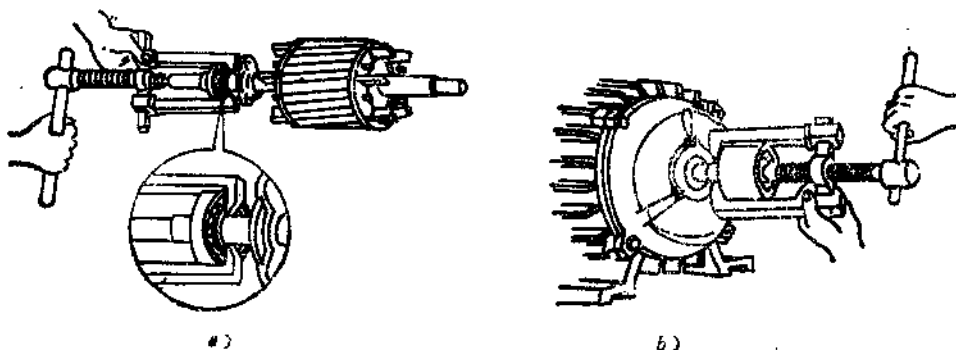

图1-10 用拉具拆卸工件
4. 拉具 拉具又称拉子，是用来拆卸皮带轮、联轴器和轴承的专用工具，如图1-10所示。使用时，应根据拆卸工件尺寸，选用大小合适的拉具。
图1-10 a 表示用拉具拆卸轴承时的夹持方法。使用时，拉具要端正，丝杆要对准电机轴的中心，用力要均匀，拉具的脚应尽量紧扣住轴承的内圈，将轴承拉出。
图1-10 b 表示用拉具拆卸皮带轮。使用时同样将拉具端正，丝杆对准电机轴中心，用力要均匀。如果一时拉不出来，可在丝杆绷紧的情况下，用木锤敲击皮带轮外圈或丝杆的顶端，或在皮带轮与轴的接缝处渗些煤油后再拉。必要时，用喷灯或气焊枪在皮带轮外表面周围加热，趁皮带轮受热膨胀而轴尚未热透的时候，将皮带轮迅速拉下。加热时温度不能太高，防止轴变形。